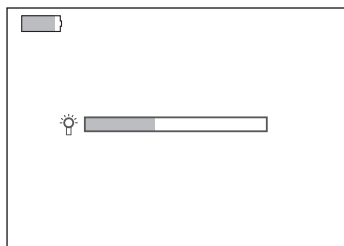

Fig. 10 – Ajuste de brilho
Os 8 níveis de brilho dos LEDs podem ser ajustados pressionando o botão de brilho (7), conforme Fig. 10;